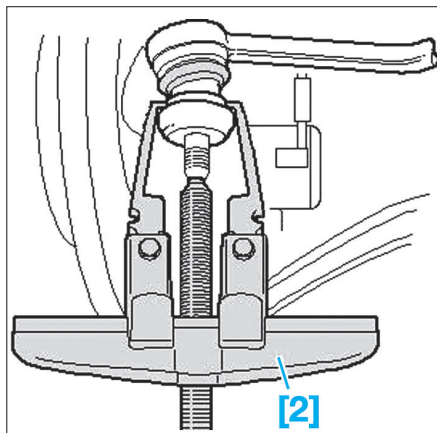

Fig. 19
- la biellette de direction à l'aide de l'outil [2] (Fig.19),